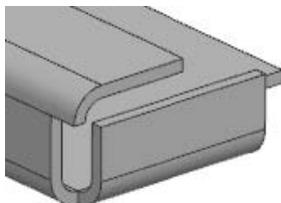

图 5.25 折弯/面
-  选项: 用于裁剪相邻折弯及面的材料, 如图 5.25 所示。